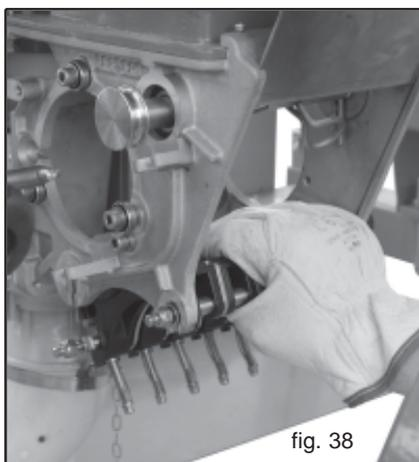

fig. 38
- 2) Das die innenliegenden Scheiben aus ihrem Sitz nach aussen gedruickt werden koennen (Abb. 38) und die Achsen freigeben.
- 3) Abtastereinheit aus dem hinteren Teil (Abb. 38) ausziehen und danach vorderen Teil ausziehen (Abb. 39).